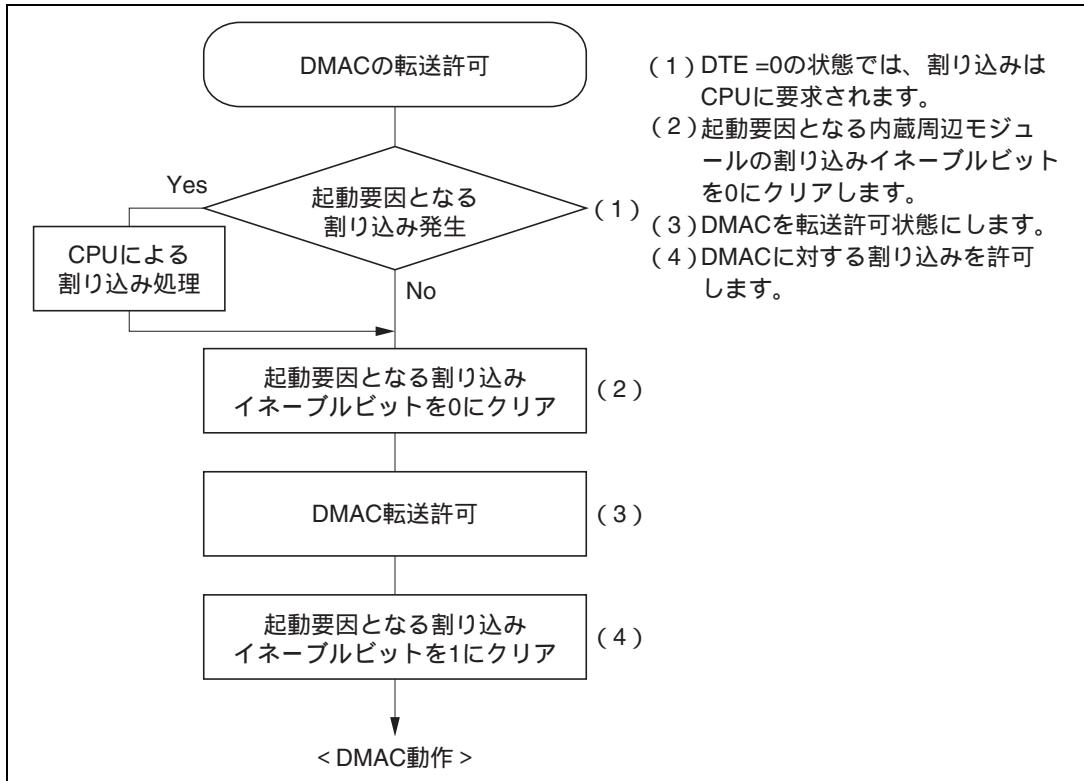

図 7.26 内蔵周辺モジュールが動作中に DMAC を転送許可状態にする場合の手順例
- (1) 内部割り込みでDMACを起動する場合、起動要因を選択してからDMACを転送許可状態にするまでの期間に選択した起動要因が発生しないようにしてください。すなわち、DMACを転送許可状態にした後、起動要因となる内蔵周辺モジュールを動作させてください。内蔵周辺モジュールの動作中にDMACを許可状態にする場合、図7.26の手順で行ってください。
なお、DTE=1 なあかつ DTME=0 の状態では、DMAC は停止状態であり、また CPU にも起動要因となる割り込みは要求されません。たとえば、NMI 割り込みにより、DMAC を停止状態にした場合は、起動要因となる割り込みは CPU には要求はされません。このとき、DMAC 動作を打ち切る場合には、DTE ビットを 0 にクリアし、CPU に割り込みを要求させてください。DMAC 動作を継続する場合には、DTME ビットを 1 にセットする前後で、図 7.26 の(2)、(4)の操作を行ってください。